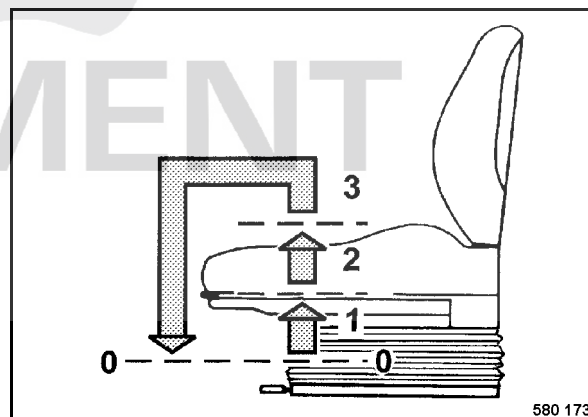

Fig. 71
- Soulever le siège (Fig. 71) pour régler la hauteur et le laisser encranter dans la position désirée.